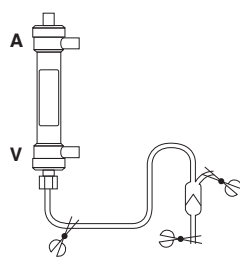

Fig.2 / Abb. 2 / Εικ. 2
- Sluit de veneuze slang aan op de veneuze poort van de dialysator. (Fig. 2)